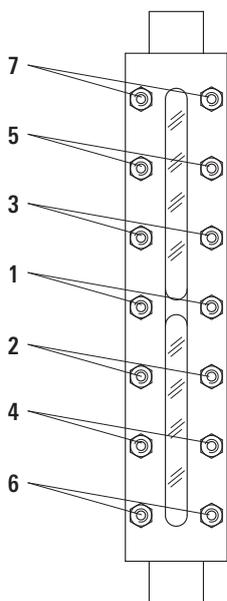

Рисунок 4:
7. Вставьте шпильки и затяните равномерно гайки на крышке. Проверьте, что крышки параллельны корпусу при помощи калибра для измерения зазоров. Если крышки и корпус параллельны и гайки в одной плоскости с крышкой, то затяните все гайки на 1,6 оборота (см. Рисунок 4).